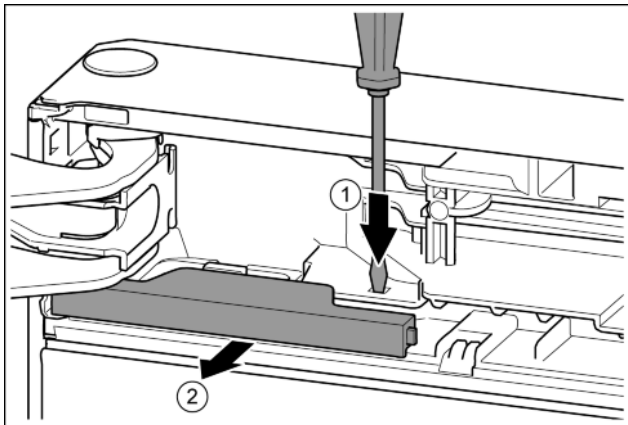

Fig. 9
- ▶ Pousser la languette avec un tournevis plat. *Fig. 9 (1)*
- ▶ Sortir le cache de l'encliquetage. *Fig. 9 (2)*